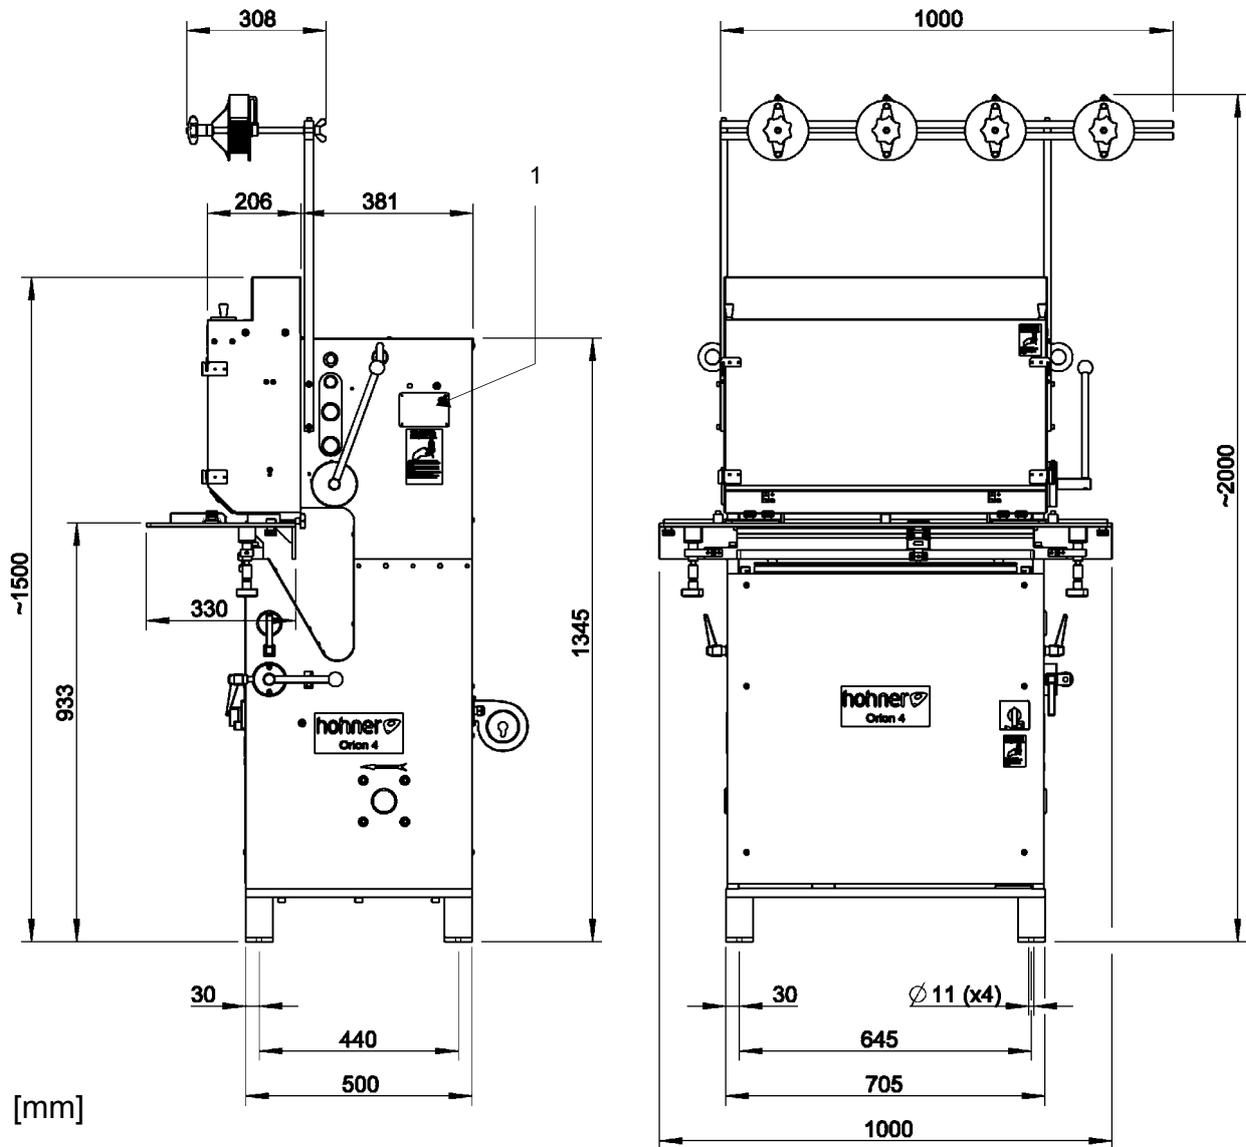

Abb. 2.1
- Abb. 2.1 -
- Abb. 2.1 -, Pos. 1.